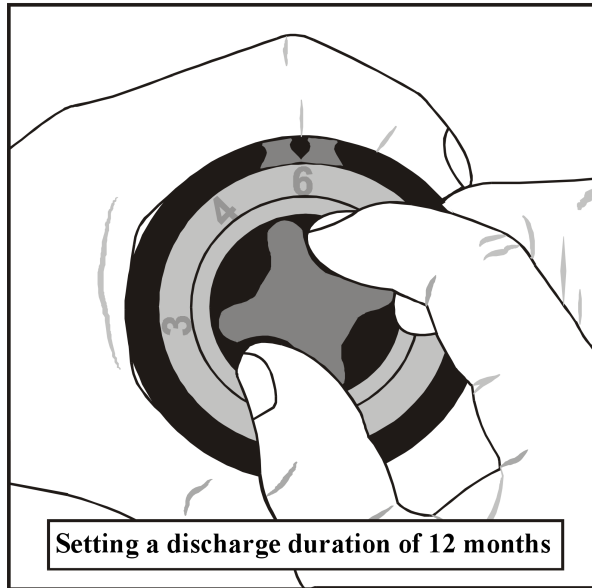

Fig. 3
- a) Réglez sur 6 le bouton de commande et son disque numérique comme indiqué Figure 3 (ce réglage assure en principe une durée de lubrification de 12 mois à la température ambiante du BioDisc).